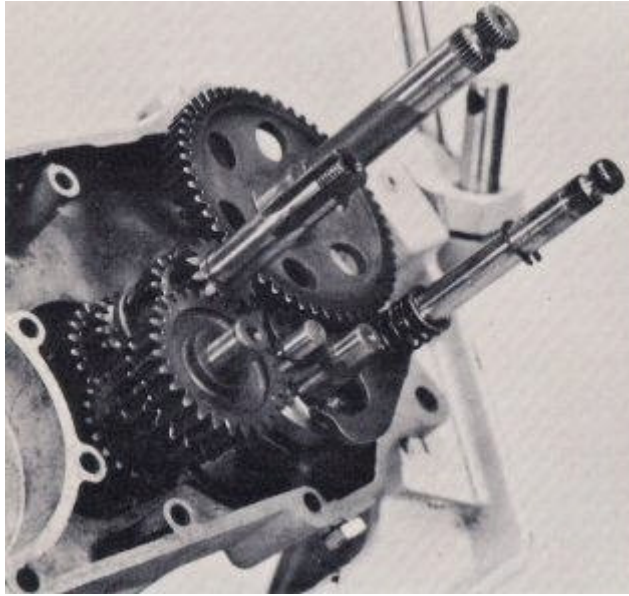

FIG. 16
1. Gire el caso de motores de la mano derecha de modo que los ejes de transmisión están apuntando hacia arriba en un ángulo de 450 (Fig. 16). Retire la junta caso el centro y que se deshagan. Levante el tubo del respiradero de plástico con ranuras.